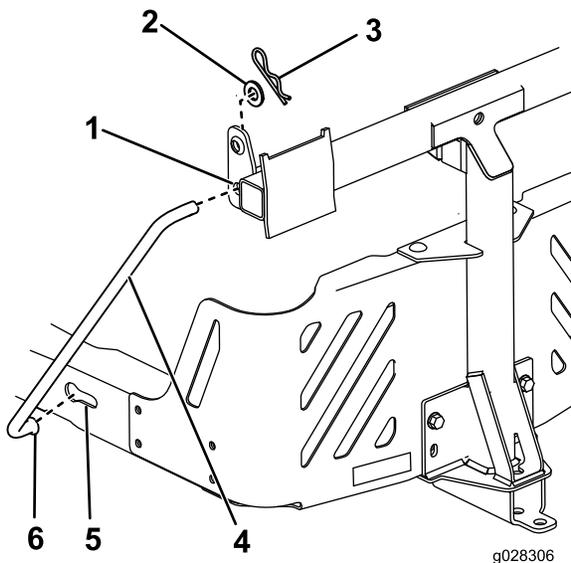

Figura 17
7. Instale el extremo doblado y abocinado de una varilla en la ranura en forma de bocallave del lado izquierdo del bastidor de la máquina, y mueva la varilla hacia atrás para encajarla en el bastidor (Figura 17).
8. Introduzca los extremos doblados de las varillas en la placa de enganche, según se indica en Figura 17, y sujete el extremo de cada varilla con una arandela y una chaveta.